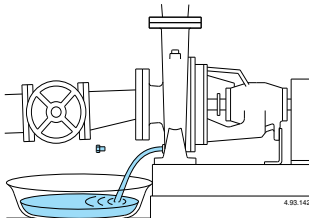

Рис. 9 Слив воды
**При продолжительных простоях, когда существует опасность замораживания жидкости, она должна быть полностью слита Рис. 9.**